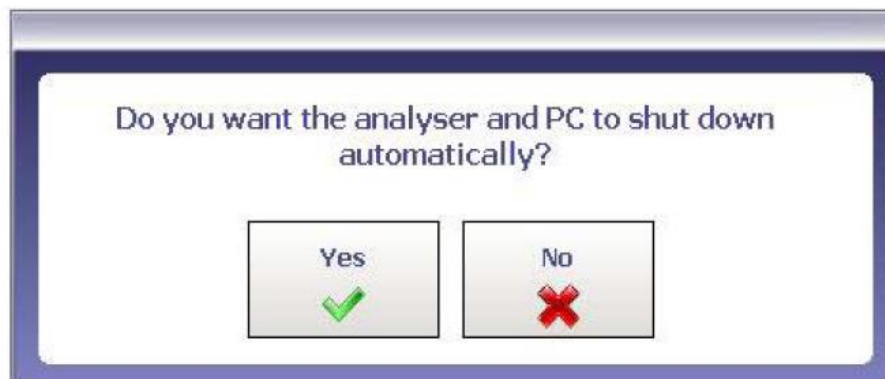

Figura 1.14
7.4.4 En el menú se seleccione "*log off*" para cerrar su sesión y "*turn off equipment*" para apagar el analizador, va a aparecer un cuadro de diálogo consultando si hace un apagado automático (ver figura 1.14), seleccione la opción "*NO*".